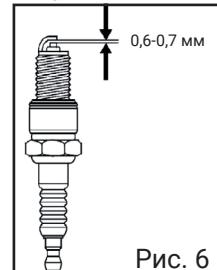

Рис. 6
- проверить величину межэлектродного зазора, он должен составлять 0,6-0,7 мм (рис. 6), при необходимости отрегулируйте зазор, согласно этим величинам, или замените свечу зажигания. При замене свечи необходимо убедиться, что новая свеча того же типа, что и старая и отвечает всем необходимым параметрам. Если нет возможности установить такую же свечу, то используйте подходящие аналоги.